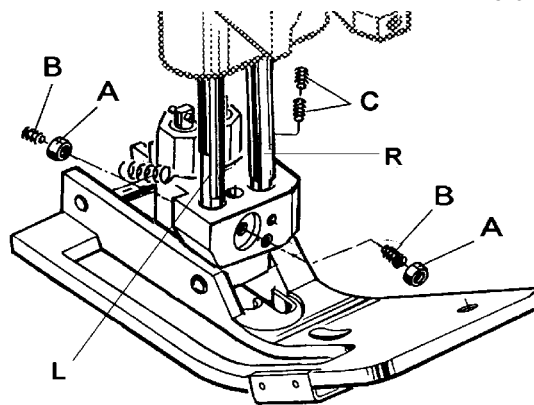

Fig. 15
Remove the needle and rotate handwheel until the feed dog is below the throat plate. Depress the presser foot lifter lever and insert the presser foot in the two presser bars (L and R, Fig. 15). The left presser bar (L) should only engage with its pivot in the opening of the presser foot shank.
Loosen the two lock nuts (A, Fig. 15) and align with the two set screws (B), the needle slot in the presser foot with the needle slot in the throat plate. Secure this setting with the two lock nuts (A).
Entfernen Sie die Nadel und drehen Sie das Handrad bis der Transporteur unter der Stichplatte steht. Drücken Sie den Drückfuß-Lifterhebel und setzen Sie den Drückfuß in die beiden Drückfußstangen (L und R, Fig. 15) ein. Die linke Drückfußstange (L) darf nur mit dem Zapfen in die Öffnung der Drückfußnabe eingreifen.
Lösen Sie die beiden Kontermuttern (A, Fig. 15) und richten Sie mit den beiden Gewindestiften (B) das Stichloch im Drückfuß zum Stichloch der Stichplatte aus. Sichern Sie diese Einstellung mit den beiden Kontermuttern (A).